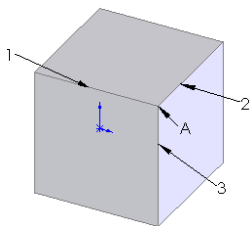
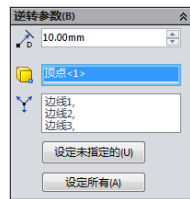
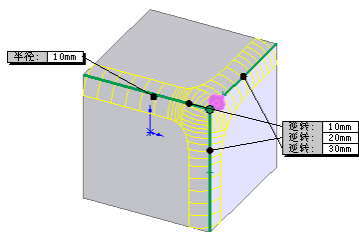

图 3-83 拉伸的图形
图 3-84 “逆转参数”复选框
图 3-85 预览图形效果
**03** 拉伸实体。在菜单栏中选择“插入”→“凸台/基体”→“拉伸”命令,或者单击“特征”工具栏中的“拉伸凸台/基体”图标按钮,将上一步绘制的草图拉伸为“深度”为 60 的实体,结果如图 3-83 所示。
**05** 设置半径及边线。在“圆角类型”一栏中,选择“等半径”复选框;在“半径”一栏中输入值 10mm。选择图 3-83 中的边线 1、边线 2 与边线 3。
**06** 设置逆转距离。单击“逆转参数”复选栏的下拉箭头将其展开,在“逆转顶点”一栏中,选取图 3-83 中的顶点 A,此时与顶点相交的 3 条边线出现在“逆转距离”一栏中。在“逆转距离”一栏中选择边线 1,并在“距离”一栏中输入值 10mm。同样地,将边线 2 的逆转距离设置为 20mm,将边线 3 的逆转距离设置为 30mm。此时“逆转参数”复选栏如图 3-84 所示,图形预览效果如图 3-85 所示。